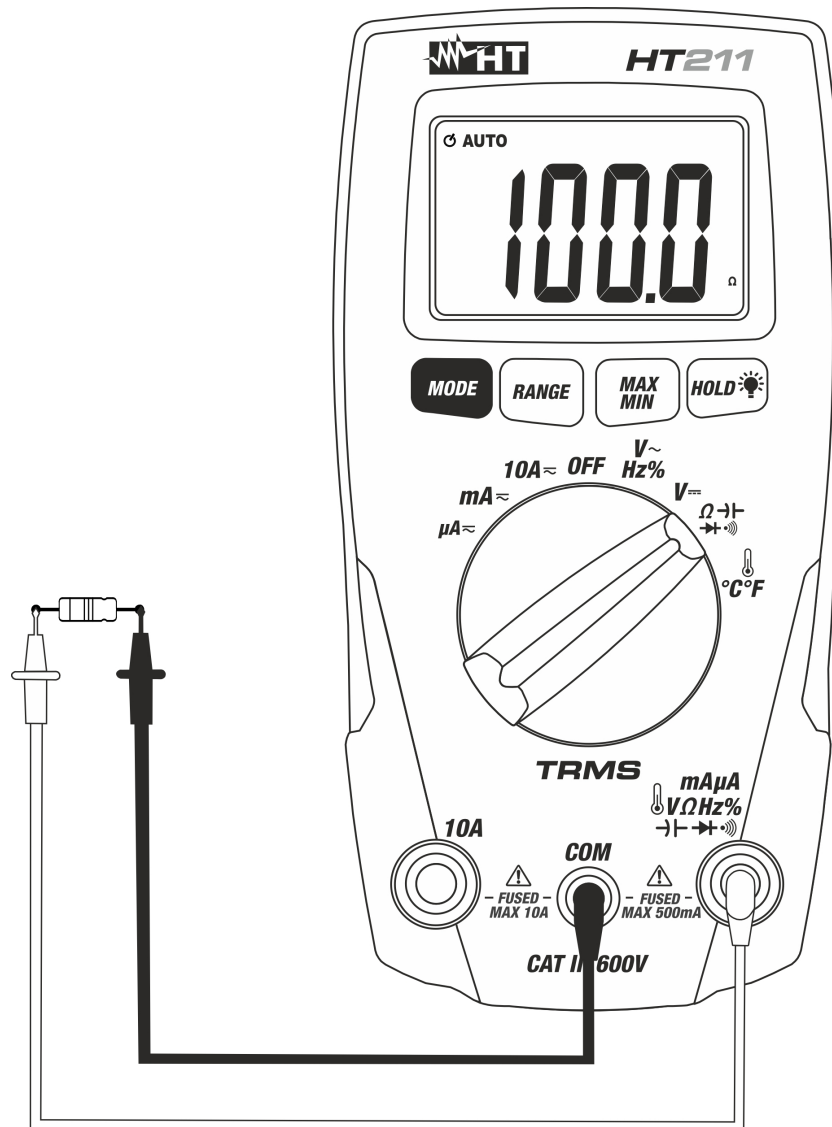

Fig. 5: Uso do instrumento para medir Resistência
3. Colocar as ponteiros nos pontos pretendidos do circuito em exame (ver Fig. 5). O valor da resistência é apresentado no display